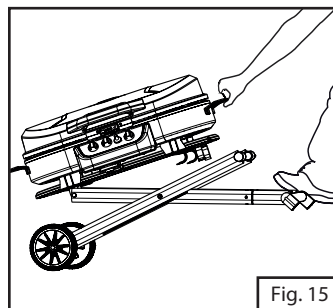
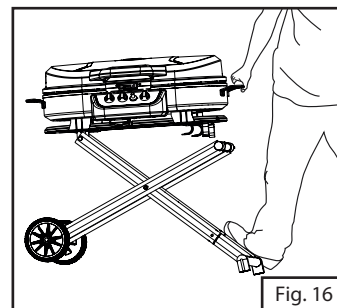

Fig. 15
Fig. 16
1. Ouvrir le gril de la position repliée. Placer un pied sur la poignée de traction, attraper la poignée et tirer vers vous. (Fig. 15) Continuer de tirer jusqu'à ce que le gril soit complètement déployé. (Fig. 16)